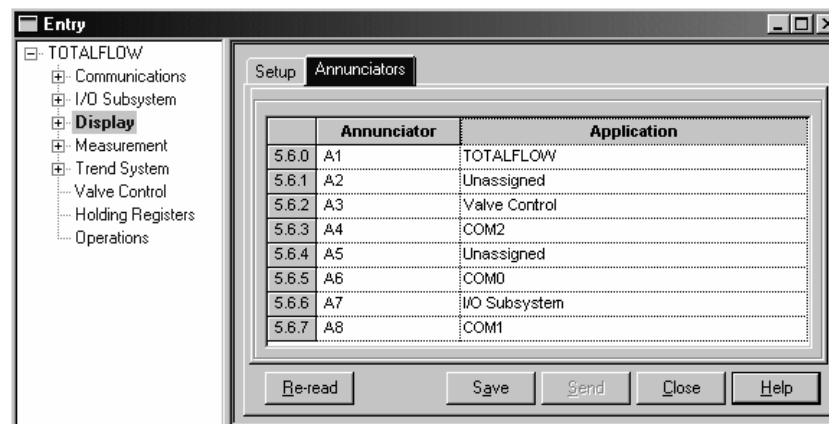

Figura 9 (Atribuições do Anunciador)
**Nota:** as aplicações nos dispositivos da Série X podem ser atribuídas a qualquer anunciador. Para verificar as atribuições atuais, consulte *Annunciators em Display, Modo de Entrada* da PCCU32. (Ver Figura 9.)